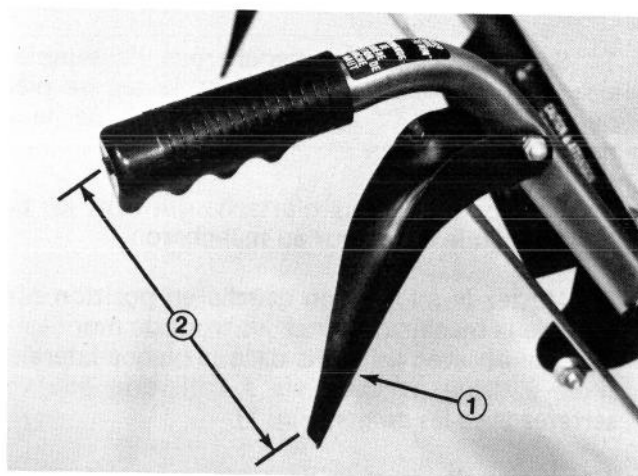

Figure 8
3. Mesurez la distance entre le centre du mancheron et le bout du levier de commande de tarière (Fig. 8). Cette distance devrait être de 6-1/2 pouces (16,5 cm.).